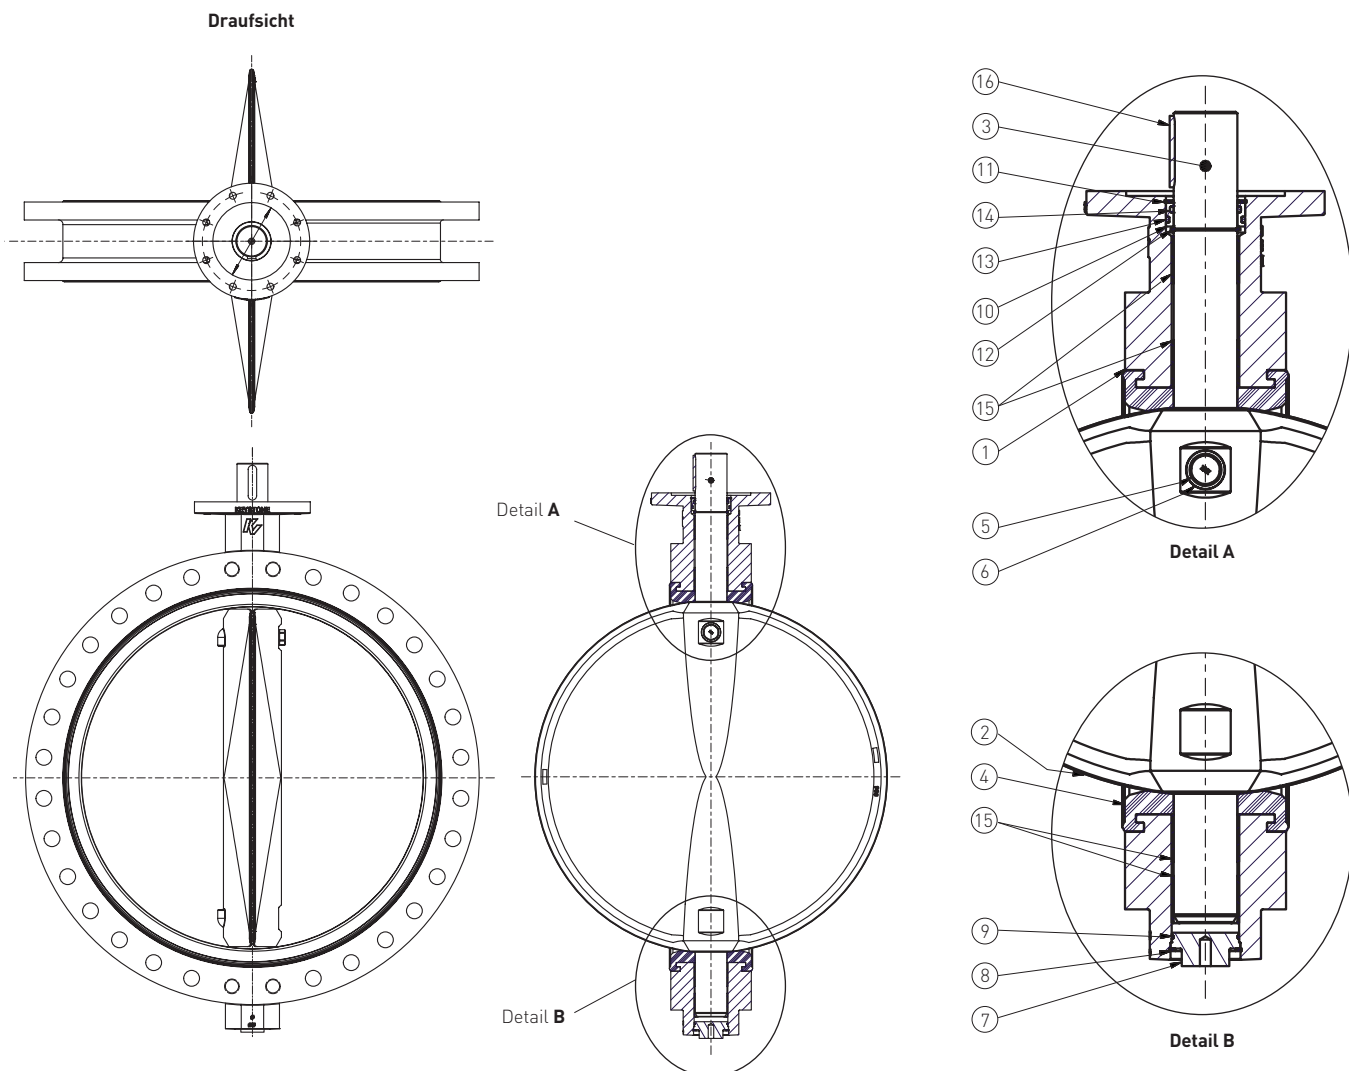

ABBILDUNG 3
4.3 Demontage (siehe Abbildung 3) DN 600-1000 (NPS 24-40)
4.4 Montage (siehe Abbildung 3) DN 600-1000 (NPS 24-40)